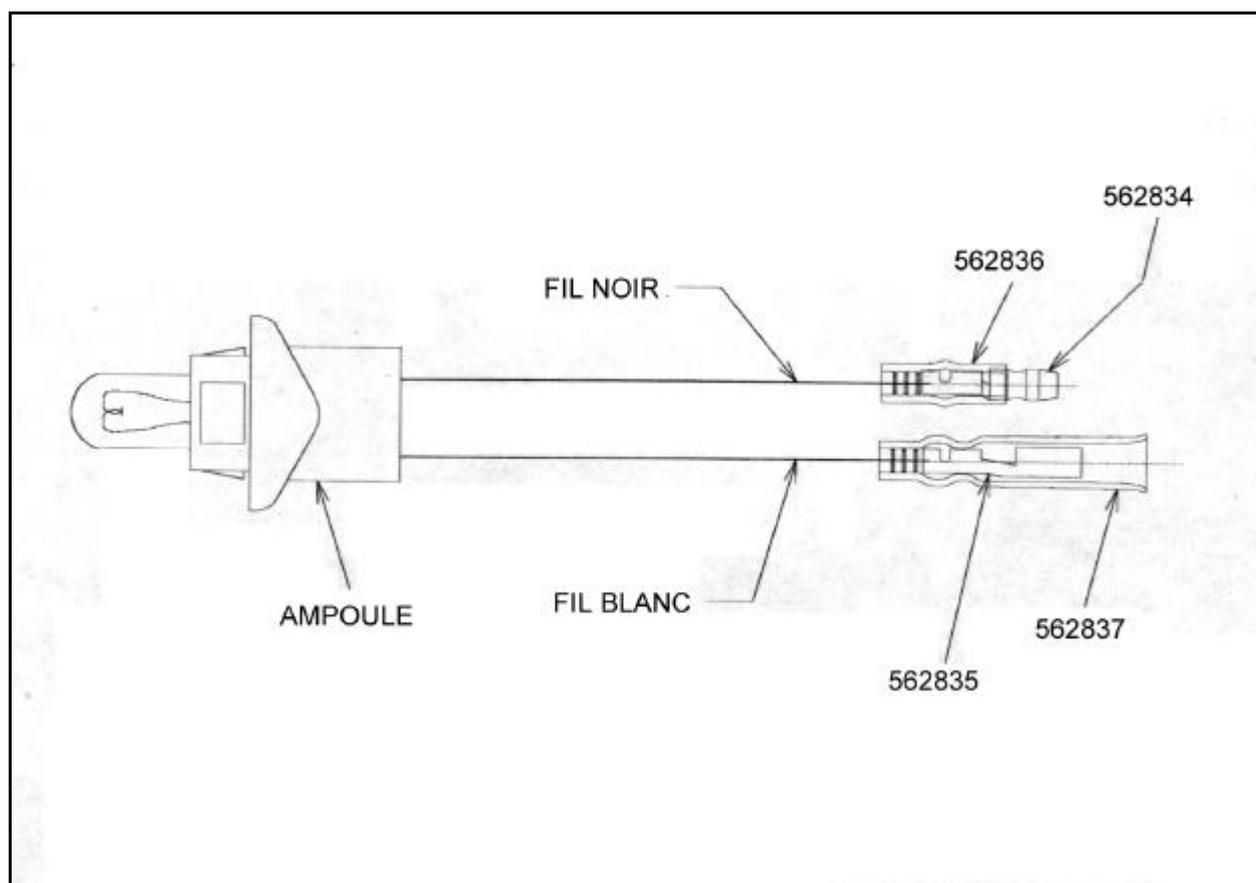

FIGURE 1 : FEU DE GABARIT OU DE POSITION
4. Installer les gaines isolantes sur les fils (voir figure 1).
- Dénuder les fils et installer les bornes (voir figure 1). Utiliser une pince à sertir (Prévoist #682357 ou AMP #6285847).